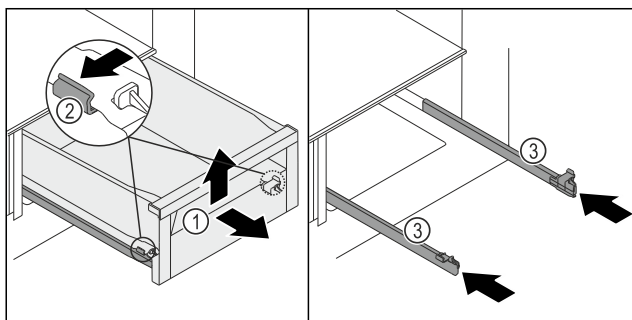

Fig. 210
- Izvucite ladicu Fig. 210 (1) do graničnika.
- Stezaljku Fig. 210 (2) lijevo i desno na vodilicama istovremeno lagano pritisnite prema van.
- Ladica Fig. 210 (1) se odvaja od vodilica.
- Podignite ladicu Fig. 210 (1) sprijeda.
- Izvadite ladicu Fig. 210 (1) prema naprijed.
- Ugurajte vodilice Fig. 210 (3).